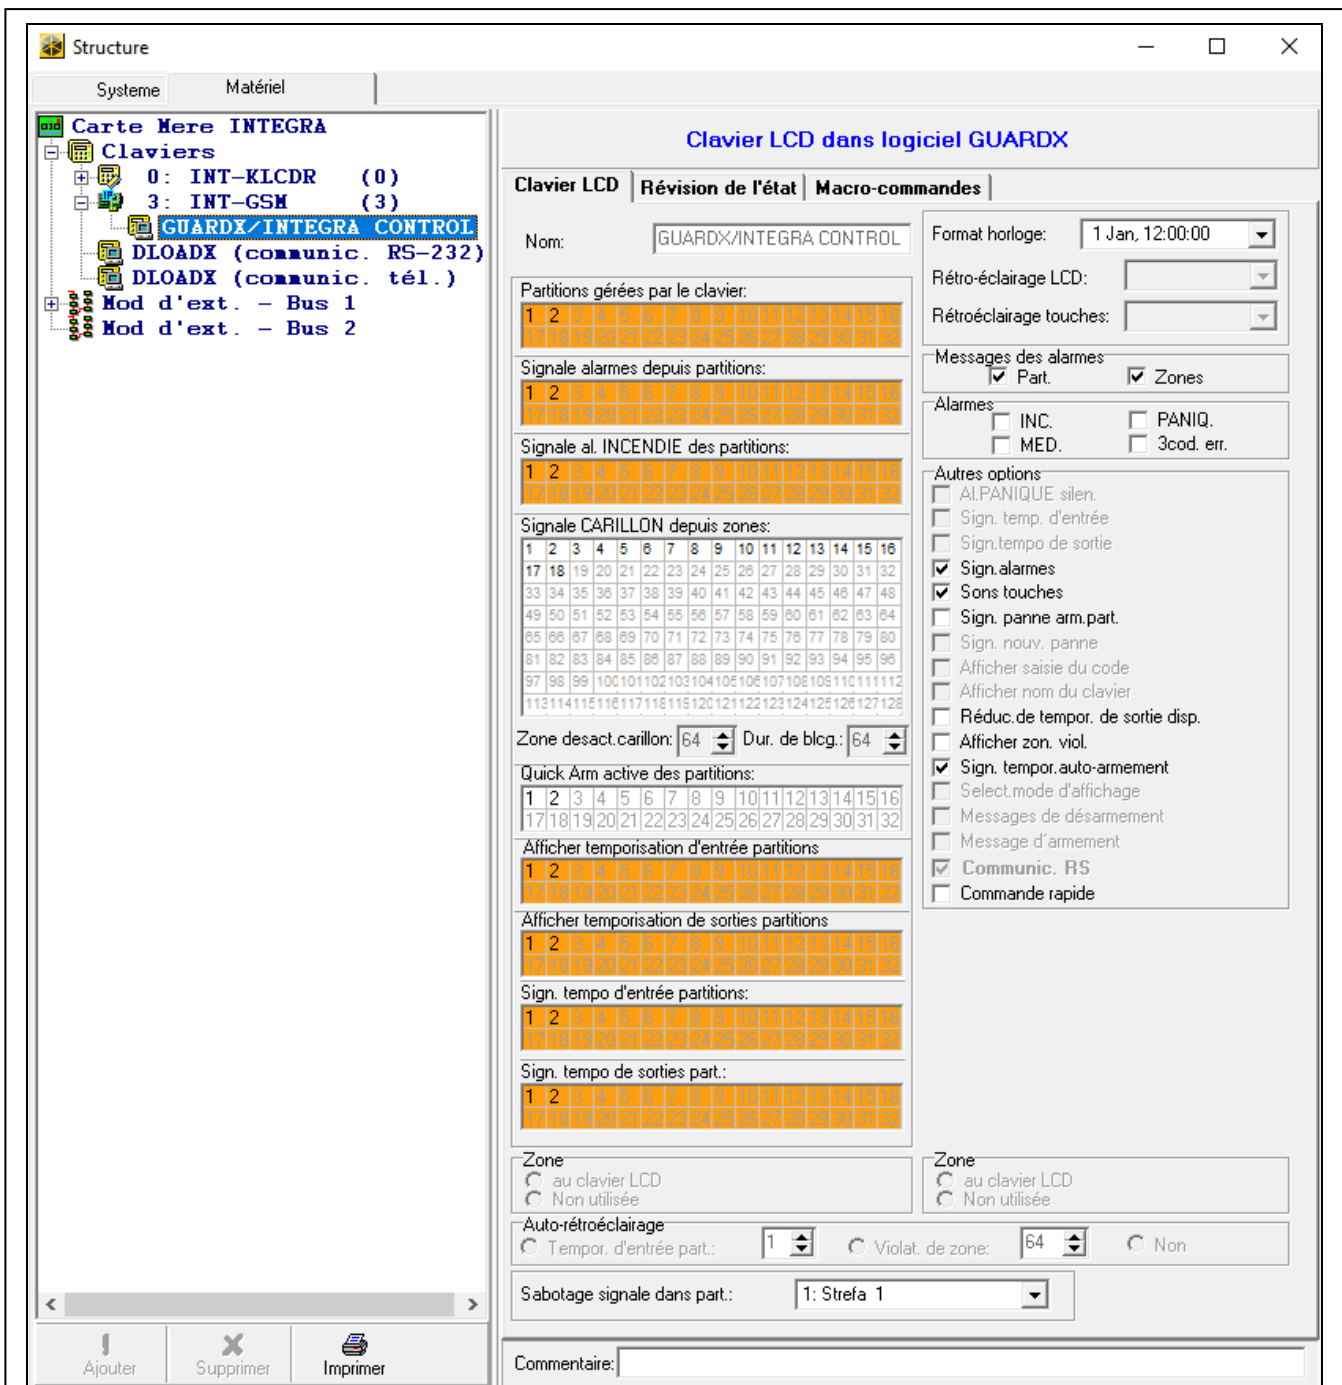

Fig. 25. Programme DLOADX : paramètres et options du clavier virtuel disponible dans le programme GUARDX ou dans l'appareil mobile.
- programme DLOADX : fenêtre « Structure » → onglet « Matériel » → branche « Claviers » → [NOM DU MODULE] → BRANCHE « GUARDX/INTEGRA CONTROL » (fig. 25),